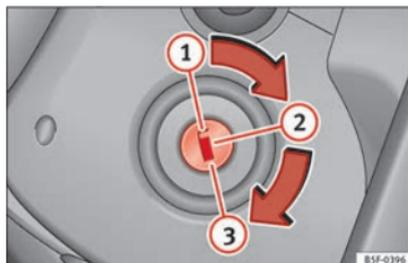

Fig. 198 Posições da chave do veículo.
Chaves do veículo »» Fig. 198
3.	<p>Só em veículos com motor diesel: para o pré-aquecimento, rode a chave na fechadura de ignição para a posição » Fig. 198 ②. Acende-se uma luz de controlo no painel de instrumentos ».</p>